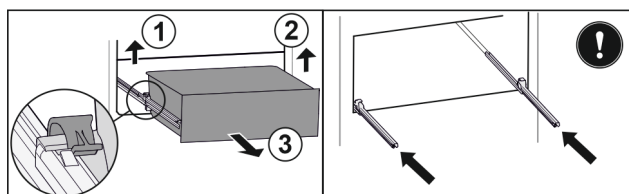

Fig. 97
- ▶ Podnieść lewy zacisk i wysunąć jednocześnie szufladę po lewej do przodu. Fig. 97 (1)
- ▶ Podnieść prawy zacisk i wysunąć jednocześnie szufladę po prawej do przodu. Fig. 97 (2)
- ▶ Wyjąć szufladę do przodu. Fig. 97 (3)